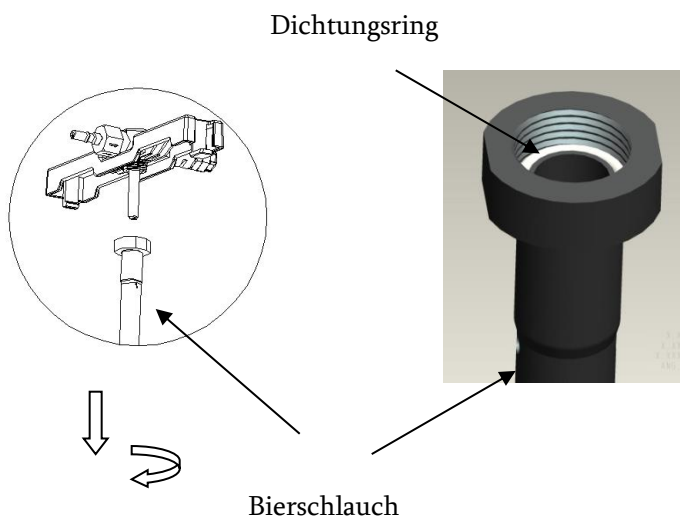

Abbildung 34
C. Den Dichtungsring des Bierschlauchs ersetzen (siehe Abbildung 34)